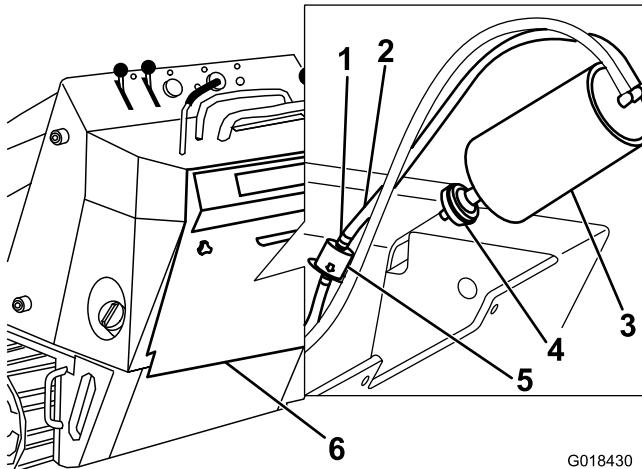

Figura 31
3. Togliete il filtro dell'aria e gettatelo (Figura 31).
4. Montate un nuovo filtro sul canister a carboni attivi (Figura 31).
3. Spostate le fascette stringitubo del tipo a molla su entrambi i lati del filtro della linea di spурго del canister a carboni attivi lontano dal filtro (Figura 31).
4. Togliete il filtro della linea di spурго e gettatelo (Figura 31).
5. Montate un nuovo filtro nel flessibile con la freccia del filtro rivolta nella direzione opposta al canister a carboni attivi e fissatelo con le fascette stringitubo (Figura 31).